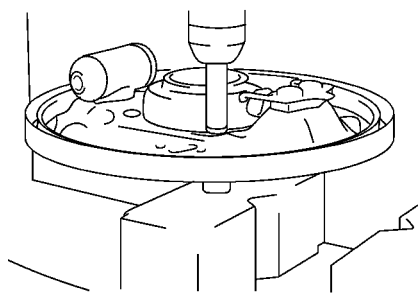

图 14-123 安装轴承壳
- (1) 安裝軸承殼。將後板放在軸承殼上，使用兩個套筒扳手將四個聯接螺栓壓入，如图 14-123 所示。